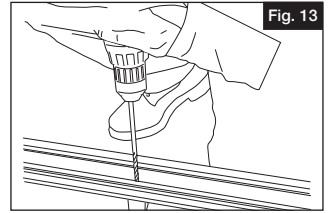

Fig. 13
- c. Pré percez le longeron inférieur pré perforé en utilisant une mèche de $\frac{1}{4}$ " (0,635cm) (Figure 13). Vissez à travers la lisse basse (C) les cales de soutien (M) au plancher à l'aide des #12 x 5" (no. 12 x 12,7cm) vis fournies (H). Ne serrez pas trop.